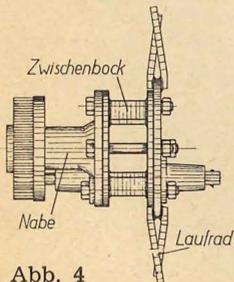

Abb. 4
9. **Spurverbreiterung** (um 140 mm) — ermöglicht ein genaues Fahren der Maschine in Reihenkulturen. Bei Düngerstreuern mit eisenerreifen Holzrädern ist eine Spurverbreiterung durch einseitigen Austausch des Achshalters (12/23) mit Achsschenkel (11/15) nur bei den Typen HDG 1 und 2 möglich. Bei gummiereiften Düngerstreuern erfolgt die Spurverbreiterung durch Anbringen je eines Zwischenbockes zwischen Nabenflansch und Laufrad auf beiden Seiten der Maschine (siehe Abb. 4).